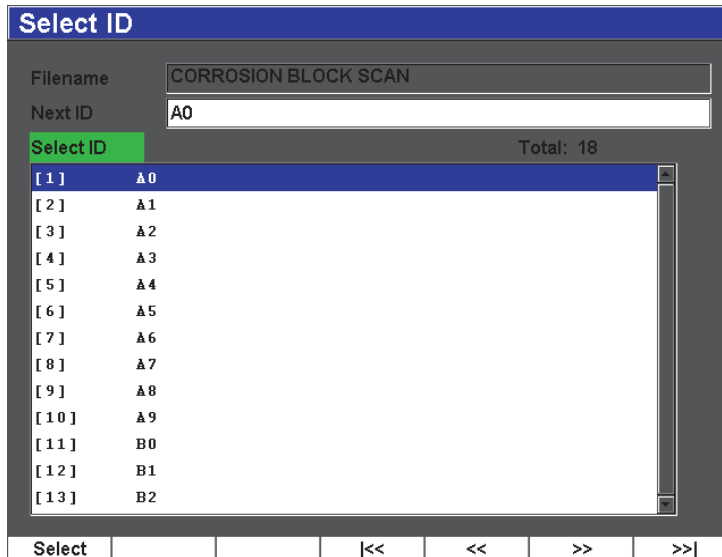

Figura 11-11 Menu Select ID
- Para selecionar a partir de uma lista com todos ID disponíveis de um arquivo aberto, selecione **File > Select ID** (veja Figura 11-11 na página 220).